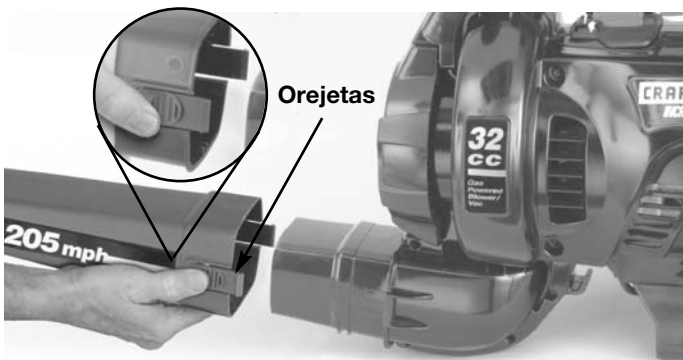

Fig. 1
- Instale el tubo del soplador sobre la salida del soplador y empuje hasta que ambas orejetas se enganchen en su lugar (Fig. 1).
- Retire el tubo del soplador presionando ambas orejetas al mismo tiempo y tirando del tubo del soplador hacia afuera (Fig. 1).
Para usar el conjunto de accesorio de limpieza de canal, debe instalar el adaptador de limpieza de canal (no incluido). Empuje el adaptador para que entre en la salida del soplador hasta que ambas lengüetas queden trabadas en su lugar (Fig. 1). Para más información, consulte el manual del Conjunto de Accesorio de Canal.